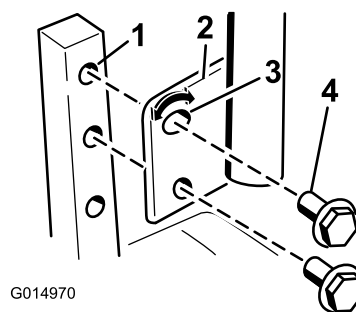

Figure 27
1. Retirez les 2 boulons qui fixent le levier de commande à l'arbre du bras de commande (Figure 27).
2. Placez le levier de commande dans les trous suivants. Fixez le levier avec les 2 boulons (Figure 27).
avant ou en arrière (Figure 27). Serrez les deux boulons pour fixer la commande à sa nouvelle position.